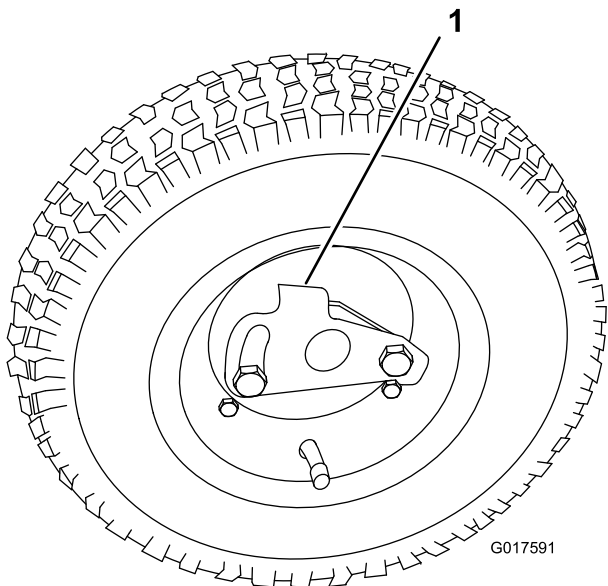

図 10
3. ロッキングクリップを開き、タイヤを更に奥に押し込む図 10。